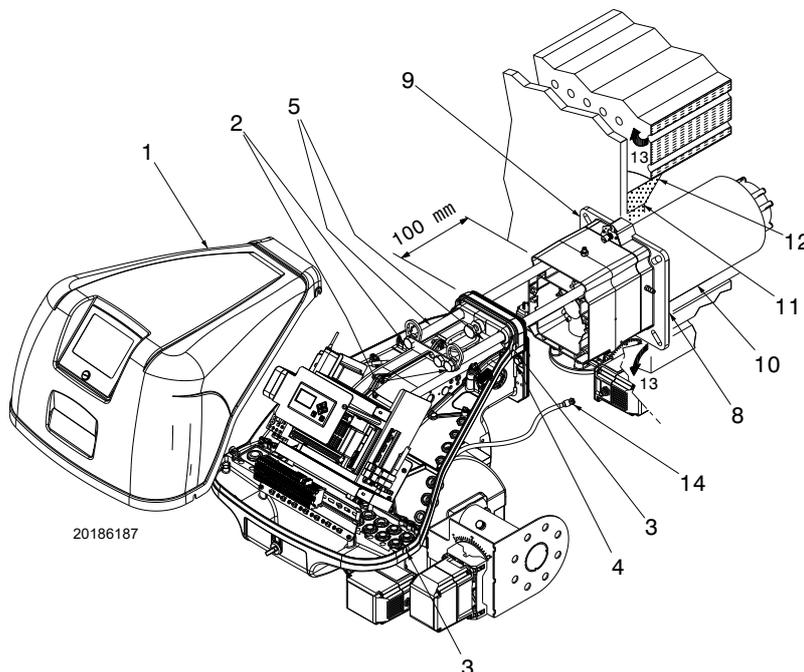

图 15
对于带前烟道 13)(图 15 页 17) 或中心回焰式炉膛的锅炉, 必须在锅炉炉补 12) 和烟道 10) 间插入炉补材料 11) 保护。
对于带有水冷却前板的锅炉, 除非锅炉制造商明确要求, 否则不需要炉补 11)-12)(图 15)。
将燃烧头与燃烧器的其余部分分开，如图 15 所示；操作如下：
- 将燃烧器重新安装在导轨 3) 上，距离管接头 4) 约 100 mm，燃烧器位置如图 15 所示；
- 连接伺服马达插头 14) (图 15)；